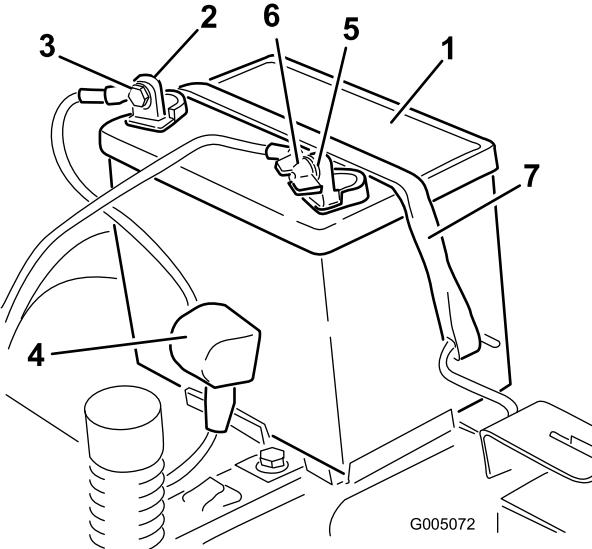

Figura 38
5. Deslice hacia arriba la cubierta de goma del cable positivo (rojo). Desconecte el cable positivo (rojo) del borne de la batería (Figura 38). Guarde todos los herrajes.
6. Retire la correa de sujeción de la batería (Figura 38) y levante la batería para retirarla de su bandeja.
4. Desconecte el cable negativo de tierra (negro) del borne de la batería (Figura 38). Guarde todos los herrajes.
- Coloque la batería en la bandeja (Figura 38).
- Fije la batería con la correa de sujeción (Figura 38).